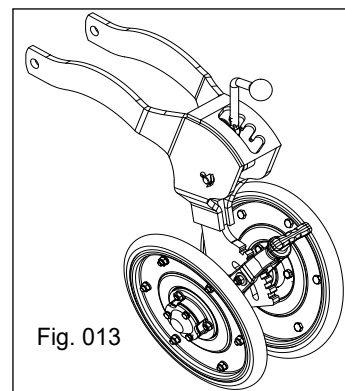

Fig. 013
- Montadas no tubo traseiro do chassi, ficam posicionadas paralelas umas a outras, (Fig. 013);
- Bandas compactadoras de sementes (Fig. 013):